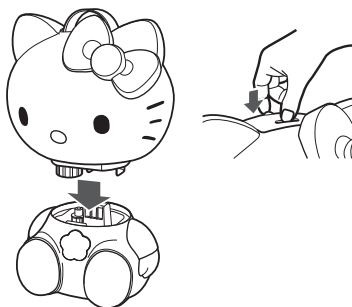

Рис. 6
5. Установите резервуар обратно в прибор и установите распылитель (рис. 6). При работе без распылителя водяной пар оседает на крышке прибора и на поверхности рядом с ним. Перед эксплуатацией убедитесь в том, что распылитель установлен правильно.